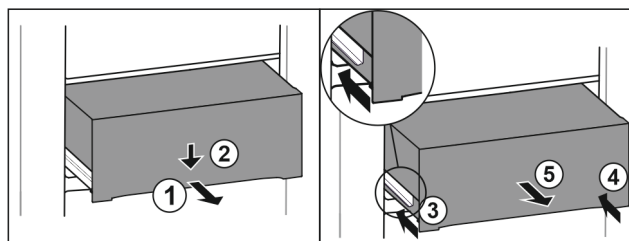

Fig. 155
- ▶ Lade er half uittrekken. Fig. 155 (1)
- ▶ Schuiflade aan de voorzijde omlaag drukken. Fig. 155 (2)
- ▶ Linker rail ca. 2 cm inschuiven. Fig. 155 (3)
- ▶ Rechter rail ca. 2 cm inschuiven. Fig. 155 (4)
- ▶ Lade naar voren toe verwijderen. Fig. 155 (5)